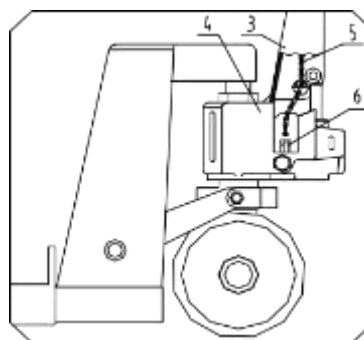

Рис.2
- Установите рычаг (3) в точку (А). Зафиксируйте рычаг (3) на корпусе насоса (4) штифтом (2). В вертикальном направлении штифт (2) вставляется не до упора, чтобы сохранить возможность свободного поворота.
- Поверните штифт (2) и убедитесь, что ось большого отверстия штифта находится в вертикальном положении. Пропустите цепь (5) рукоятки через среднее отверстие штифта (2). См. Рис. 2.
- Возьмите гайку на конце цепи (5) и наверните ее на нарезку рычажного пальца (6). См. рис. 2 и рис. 5.
- Поверните штифт (2) в исходное положение и вставьте его до упора (в продольном направлении). Вставьте пружинный палец (1) в штифт (2).